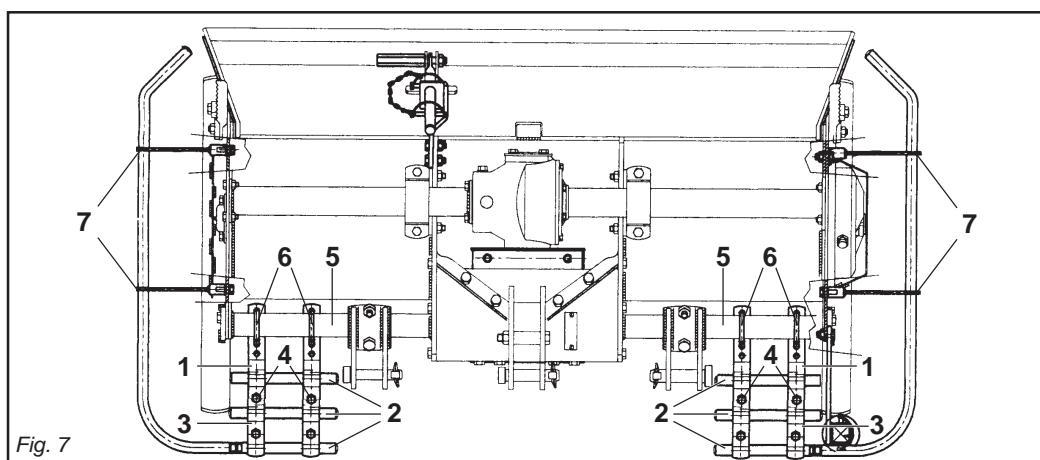

Fig. 7
- Il gruppo delle protezioni, composto dall'attacco (1 Fig. 7) che fà da fermo per i tubi (2 Fig. 7) bloccati dalla staffa (3 Fig. 7) e dalle viti (4 Fig. 7), è fissato al tubo quadro anteriore (5 Fig. 7) mediante i cavallotti (6 Fig. 7), e va posizionato uno a destra e uno a sinistra il più esternamente possibili.
- Lateralmente, su entrambe le fiancate, vanno fissate tramite le viti delle protezioni sagomate (7 Fig. 7).
- The protection unit, consisting of the coupling (1 Fig. 7) that acts as a clamp for the pipes (2 Fig. 7) locked by the bracket (3 Fig. 7) and by the screws (4 Fig. 7), is fixed to the square front pipe (5 Fig. 7) by the U-bolts (6 Fig. 7) and should be positioned as far outwards as possible, one on the right and the other on the left.
- The shaped protections should be fixed laterally with screws to both sides (7 Fig. 7).
- Le groupe des protections, comprenant l'attelage (1 Fig. 7) qui sert de butée pour les tubes (2 Fig. 7) bloqués par la bride (3 Fig. 7) et par les vis (4 Fig. 7), est fixé au tube carré avant (5 Fig. 7) par des crampons (6 Fig. 7). Positionner une protection à droite et une à gauche, le plus possible à l'extérieur.
- Les protections galbées doivent être fixées latéralement, des deux côtés avec les vis des protections (7 Fig. 7).
- Die Gruppe der Schutzausrüstungen, die sich aus dem Anschluß (1 Abb. 7), der zur Arretierung für die Rohre (2 Abb. 7) dient, die durch den Bügel (3 Abb. 7) blockiert werden, und den Schrauben (4 Abb. 7) zusammensetzt, wird am vorderen Vierkantrohr (5 Abb. 7) mit den U-Bolzen (6 Abb. 7) befestigt. Eine davon ist rechts und eine links, so weit wie möglich außen anzubringen.
- Seitlich auf den beiden Seitenteilen sind die geformten Schutzteile (7 Abb. 7) mit Schrauben zu befestigen.
- El grupo de las protecciones, compuesto por la conexión (1 Fig. 7) que funciona como bloqueo de los tubos (2 Fig. 7) bloqueados a su vez por el soporte (3 Fig. 7) y por los tornillos (4 Fig. 7), está fijado en el tubo cuadrado anterior (5 Fig. 7) mediante los pernos de U (6 Fig. 7) y debe ser emplazado uno a la derecha y uno a la izquierda lo más externamente posible.
- Lateralmente, sobre ambos lados, debemos fijar mediante los tornillos las protecciones molduradas (7 Fig. 7).